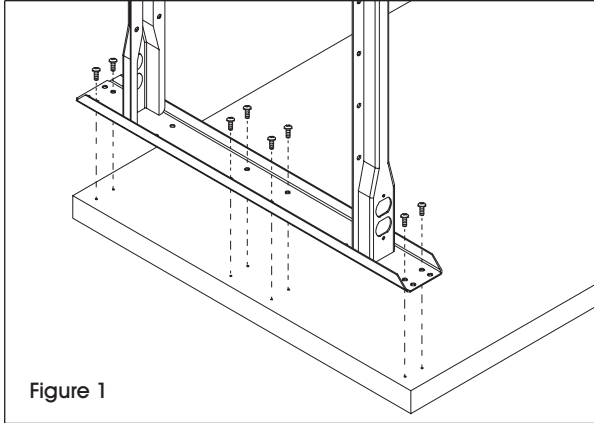

Figure 1
1. À l'aide de 24 vis à bois, fixez les pieds au côté inférieur de la surface de table (5), par les trous prépercés. (Voir Figure 1)